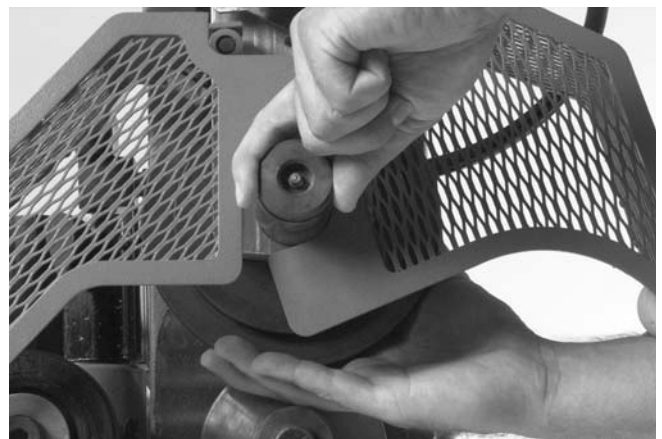

Figura 19 – Extracción del árbol del rodillo superior
4. Extraiga el árbol del rodillo superior y el rodillo superior (Figura 19). Asegure que el rodillo superior esté sujeto. El rodillo superior de esta Ranuradora pesa hasta 14 libras y puede caerse de repente.